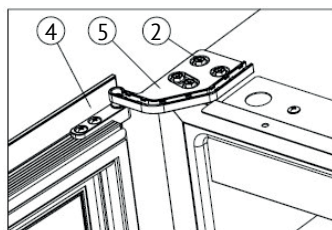

Рисунок 6
➔ Переверните дверь (4) на 180 градусов и вставьте правую нижнюю петлю (5), затяните винты М5\*16 (2) (Рисунок 6).